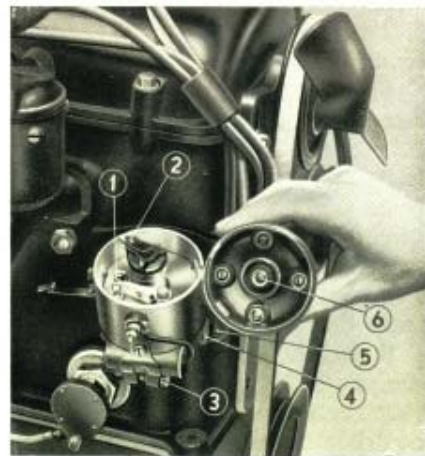

Fig. 21. Messa in fase dello spinterogeno.
b) portato l'albero motore nella posizione suddetta, se la messa in fase dell'accensione è esatta, la puntina del rotore dello spinterogeno (1) deve iniziare il distacco ed il pettine (2) deve trovarsi in corrispondenza dell'uscita del cavo di accensione che va alla candela contraddistinta dal numero 1 (ved. fig. 21).
Da questa, mediante un contatto a carbone (6) (ved. fig. 21) giunge alla spazzola rotante dello spinterogeno (2), dalla quale è distribuita ai quattro cavi che fanno capo ad ognuna delle candele del motore.